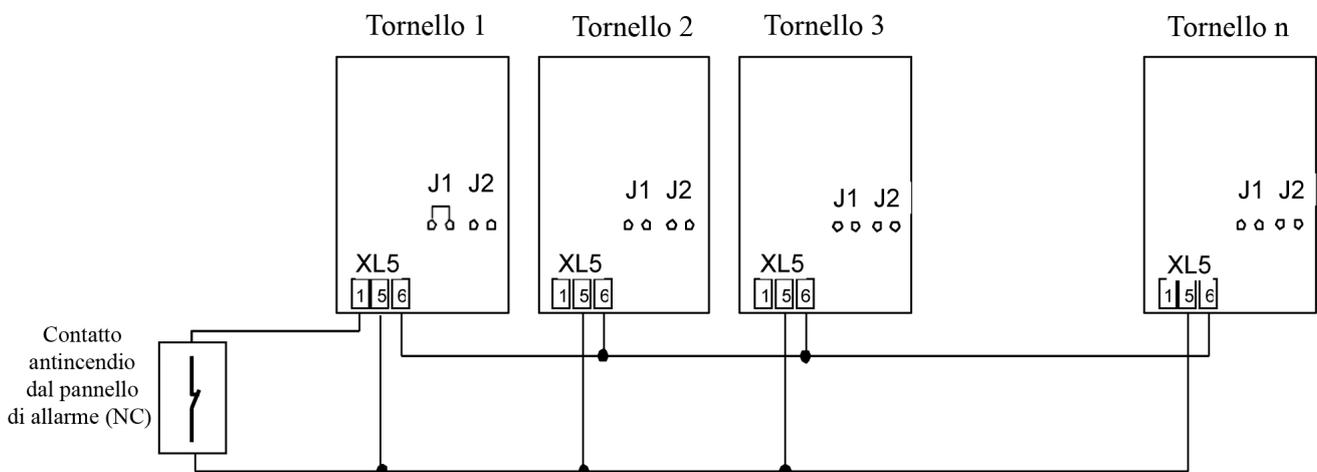

Figura 5.7 Diagramma delle connessioni dei cavi di allarme
Il contatto normalmente chiuso (NC) è richiesto dal pannello di allarme nella seguente connessione. Come mostrato in figura, il ponticello J1 è installato sulla scheda di controllo nel primo tornello con cavo di allarme, mentre non è installato su altri tornelli. Se installato, deve essere definitivamente rimosso. (Figura 5.7)